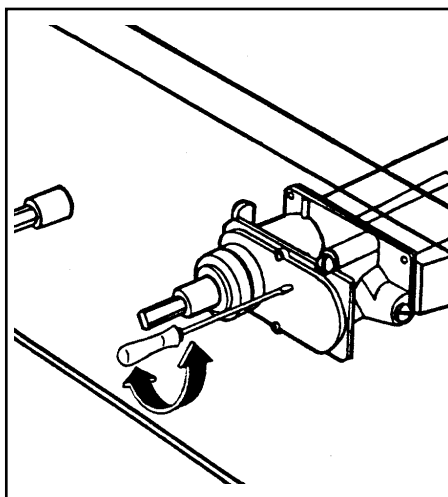

Fig. 14
- Regular utilizando un desatornillador de punta delgada (Fig. 14).